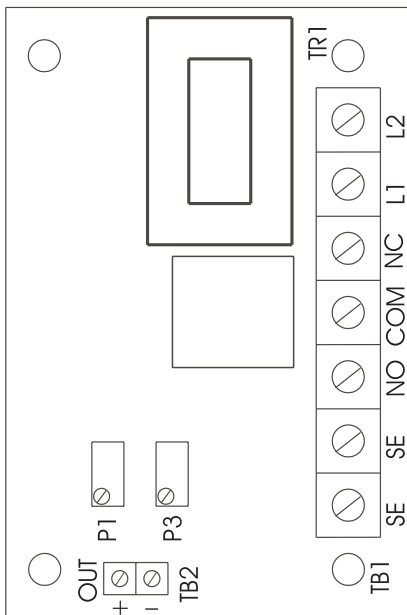

FIGURE 8
3. Repérez la plaquette de circuit de l'alarme (voir la figure 8).
12. Sur la plaquette de circuit (figure 8) et à l'aide d'un tournevis étroit, tournez P1 dans le sens horaire et antihoraire. Repérez la position où les contacts s'ouvrent et se ferment. Réglez P1 là où les contacts se ferment tout juste.